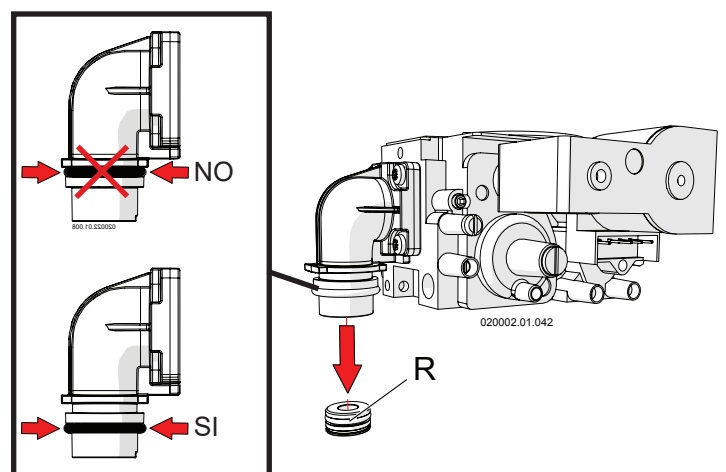

Figura 6-4 - Sostituzione ugello gas
- 10.-sostituire l'ugello del gas "R" (Figura 6-4) con quello indicato nella tabella (Figura 6-6) alla voce "Diametro ugello gas";